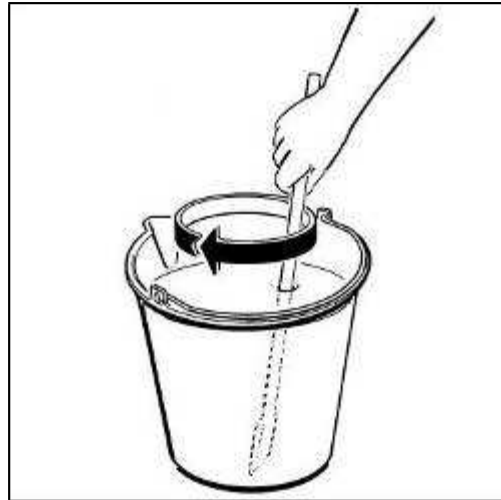

Abb. 4
- Verdünnen und mischen Sie das Konzentrat oder Pulver nach den Herstellerangaben in einem getrennten Behälter mit Wasser oder Milch (siehe Abb. 4).